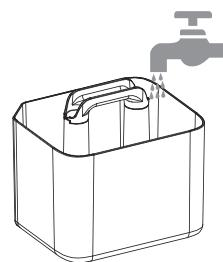

Рис. 4
- Наполните резервуар водой до отметки максимального уровня воды (рис. 4).